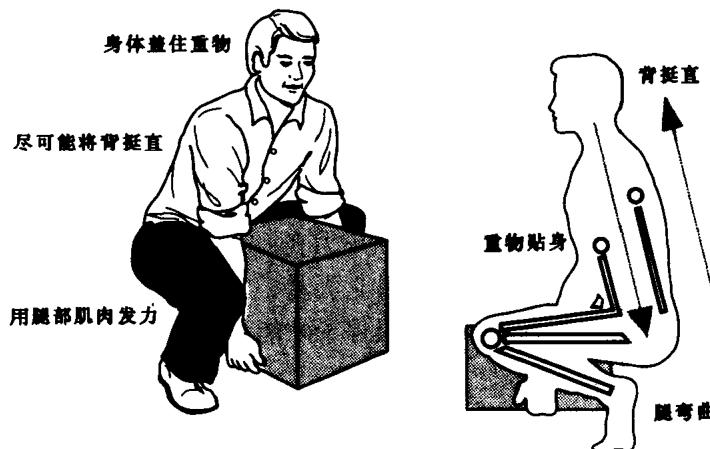

图 1-3 背挺直，用腿部力量搬起重物
- (1) 不要独自搬重物，要找人帮忙。
- (2) 要量力而行，如果物件太重就不要勉强，要用合适的搬运工具。
- (3) 不要企图举起没有把握抓牢的物件，要思考一下，确定其平衡点和抓牢点。
- (4) 不要用背部举起重物，腿部肌肉最发达，要利用腿部的力量。
- (5) 身体要贴近物体，保持背直、肘直（图 1-3）。